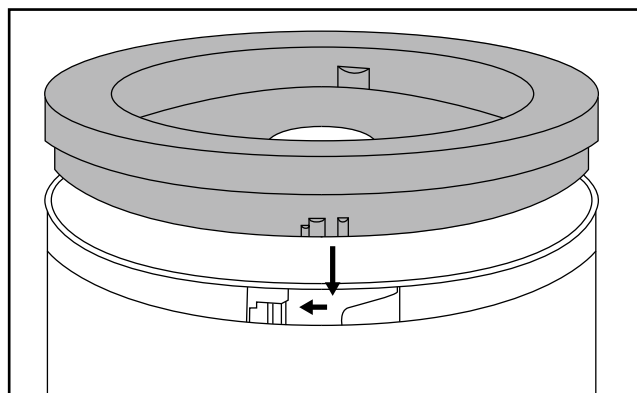

Abb. 1
- Setzen Sie dieses so auf die Schüssel **8**, dass die Arretierungen am äußeren Rand des Zwischenstücks **4** in die Schienen an der Schüssel **8** greifen (siehe Abbildung 1).